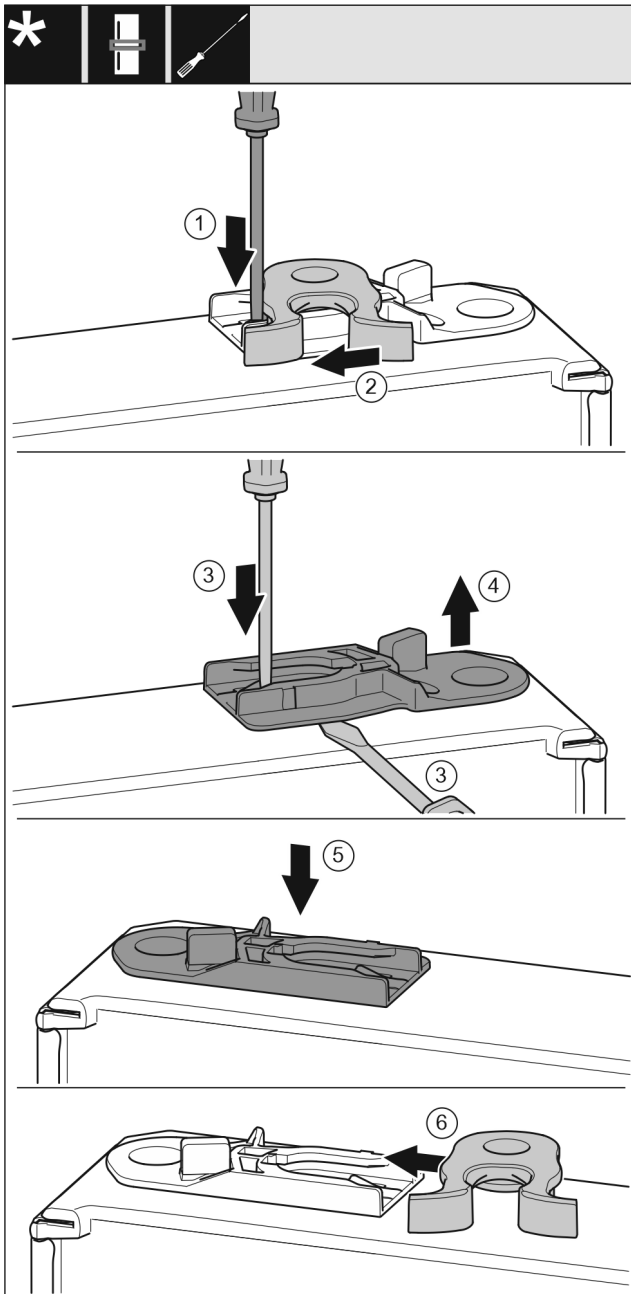

Fig. 18
- ▶ Lasche mit Schlitzschraubendreher nach unten drücken. Fig. 18 (1)
- ▶ Schließhaken aus Führung ziehen. Fig. 18 (2)
- ▶ Führungsbuchse herausziehen: Lasche mit Schlitzschraubendreher drücken und gleichzeitig mit Schlitzschraubendreher unter Führungsbuchse fahren. Fig. 18 (3, 4)
- ▶ Im Lieferumfang beiliegende Führungsbuchse auf anderer Gehäuseseite einschieben. Fig. 18 (5)
- ▶ Schließhaken in Führung schieben. Fig. 18 (6)